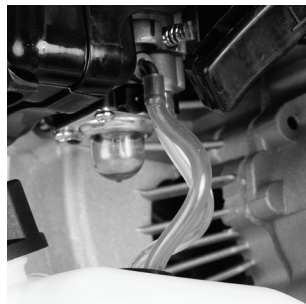

Рисунок 5.
3. Нажмите на ручной топливный насос 5-10 раз, до появления в нем топлива. Насос находится в нижней части карбюратора под корпусом воздушного фильтра (Рис. 5).